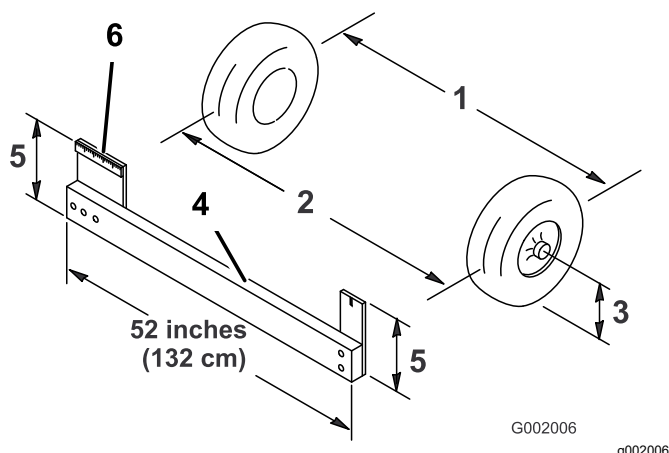

Bild 50
4. Messen Sie den Abstand zwischen beiden Vorderreifen auf Achshöhe (an der Vorder- und Rückseite der Vorderreifen) (Bild 50).
der Vorderreifen auf Achshöhe genau zu messen (Bild 50).